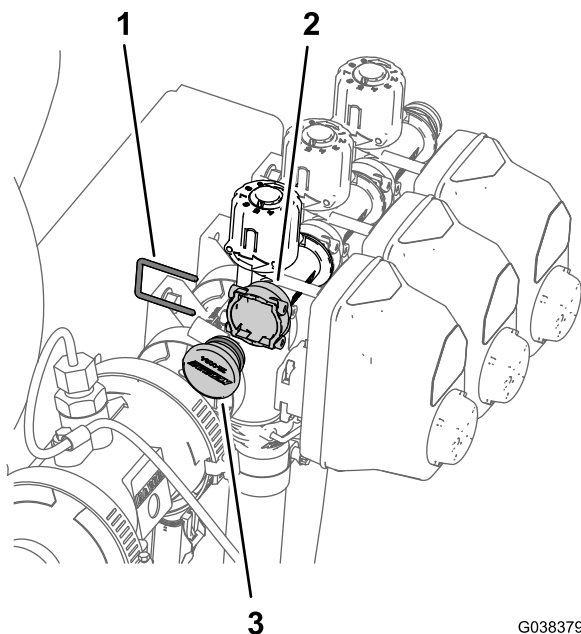

Рисунок 83
- Снимите держатель, который крепит заглушку к гнездовому быстроразъемному штуцеру перепускного коллектора (Рисунок 83).
2. Снимите заглушку с гнездового быстроразъемного штуцера (Рисунок 83).